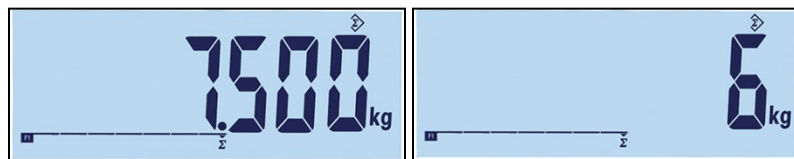

Figure 2-25 : Symbole des valeurs recueillies
3. Maintenez appuyée la touche de fonction pour afficher la valeur totale (Figure 2-25, à gauche). Veuillez noter que lorsque l'accumulation ou le comptage est affiché, l'icône d'accumulation Σ clignotera. Appuyez brièvement sur la touche de fonction et le « comptage » ou le nombre de valeurs apparaîtra (Figure 2-25, à droite). Chaque fois que la touche « accumulation » est appuyée, l'affichage présentera alternativement le comptage et la somme.